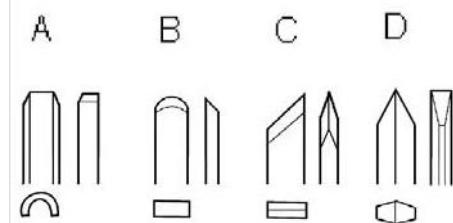
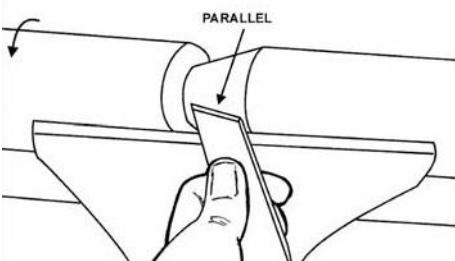

Рис. 6
Рис. 8
- Трубчастий різець (A, рис. 6). Найважливіший інструмент для токарної обробки.
- Шабер (В, рис. 6). Застосовується для зовнішнього та внутрішнього калібрування, а також для видалення слідів обробки.
- Косий різець (С, рис. 6). Застосовується для проточування V-подібних канавок, для зовнішнього калібрування та для токарної обробки торців деревини. Ріжуча кромка встановлюється паралельно напрямку розрізу (Рис. 8).
- Відрізний різець (D, Рис. 6). Застосовується для прямого врізання у заготовку, наприклад, при затиловці та відрізанні. Може застосовуватися також як шабер та для отримання необхідного діаметру.